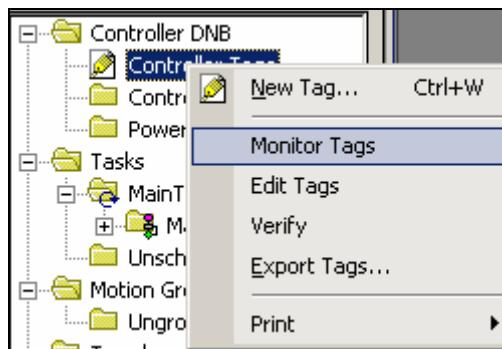

图 4-28 监视标签
24. 左键单击选择 Controller Tags (控制器域标签)，单击右键在弹出菜单中选择 Monitor Tags (监视标签)，弹出如图 4-28 所示窗口。